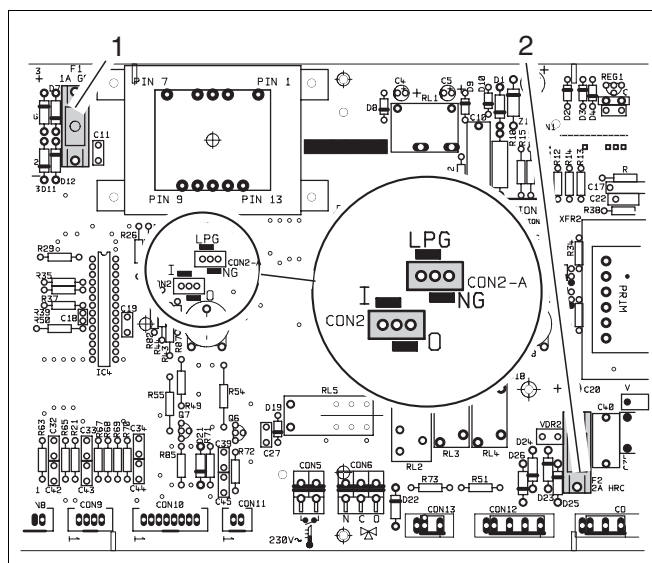

Fig. 22 Schimbarea tipului de gaz armătura - SIT
- Se mută elementul de legătură (fig. 22):
Legendă la fig. 22:
- Elementul de legătură (fig. 22) rămâne în poziția "LPG".